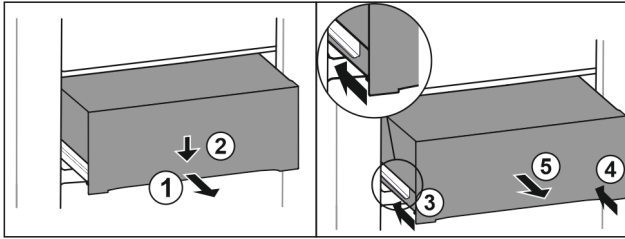

Fig. 203
- Tirer le tiroir jusqu'à mi-chemin. Fig. 203 (1)
- Appuyer sur l'avant du tiroir vers le bas. Fig. 203 (2)
- Insérer le rail gauche d'env. 2 cm. Fig. 203 (3)
- Insérer le rail droit d'env. 2 cm. Fig. 203 (4)
- Retirer le tiroir par l'avant. Fig. 203 (5)